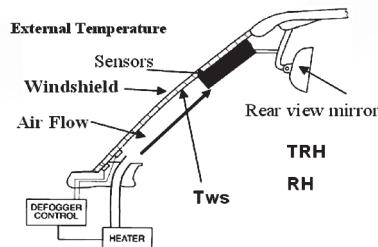

图3 除雾控制示意图
(1) 当车厢内的相对湿度很高时,保持良好的通风,使车外干燥的空气和车厢内潮湿的空气进行交换,降低车厢内的相对湿度从而降低车厢内的露点温度。
(2) 直接对车厢挡风玻璃加热,如图3所示,使车厢挡风玻璃的温度升高,并高过车厢内露点的温度,或者加速挡风玻璃前面空气的流动,可以适当增加挡风玻璃的温度和挡风玻璃面前空气的交换,从而降低挡风玻璃面前的相对湿度。